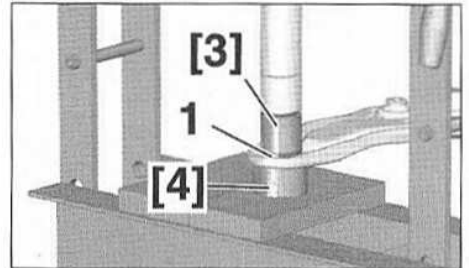

FIG. 19
- Mettre en place les outils [3] et [4] sur l'articulation élastique (1) et l'extraire à l'aide d'une presse (Fig.19).